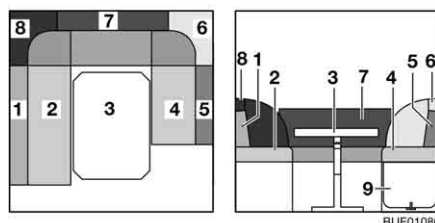

Fig. 95 Antes de la transformación
- Transformar la mesa (Fig. 95,3) en base de cama (véase apartado 6.12).
- Desbloquear la prolongación del armazón de cama (Fig. 95,9) y plegarla hacia arriba.